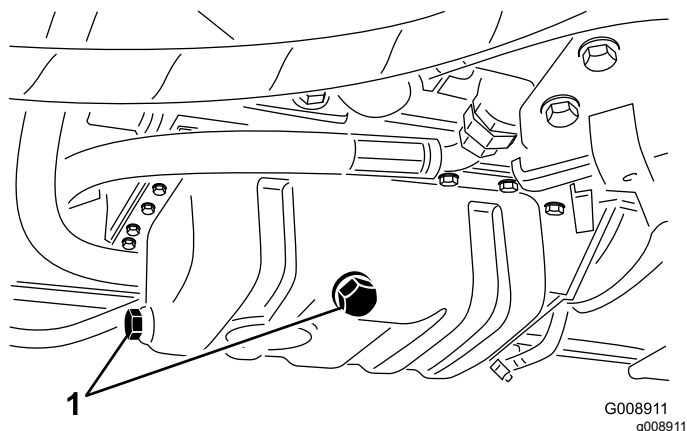

Рисунок 53
1. Снимите любую пробку сливного отверстия (Рисунок 53) и дайте маслу стечь в сливной поддон. Когда масло перестанет течь, поставьте пробку сливного отверстия на место.